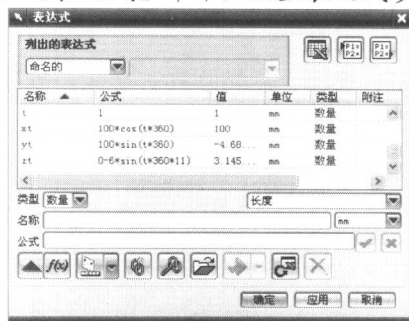

图1-2
1. 在菜单条中选择【工具】/【表达式】命令，设置表达式参数，结果如图 1-2 所示。